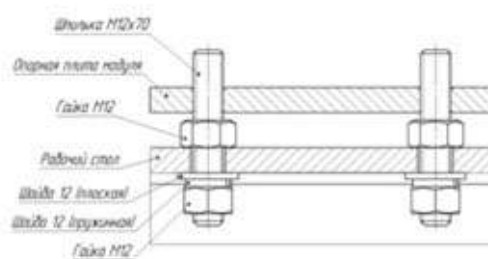

Рис. 4
4.3.8. Удерживая шестигранником шпильку выкрутить каждую гайку до отсутствия ее касания с рабочим столом. Затем, продолжая удерживать шпильку, две дальние от привода гайки (с левой и правой стороны) поочередно закрутить до касания с поверхностью рабочего стола и еще на пол оборота (рис. 4). Остальные две гайки закрутить до касания с рабочим столом.